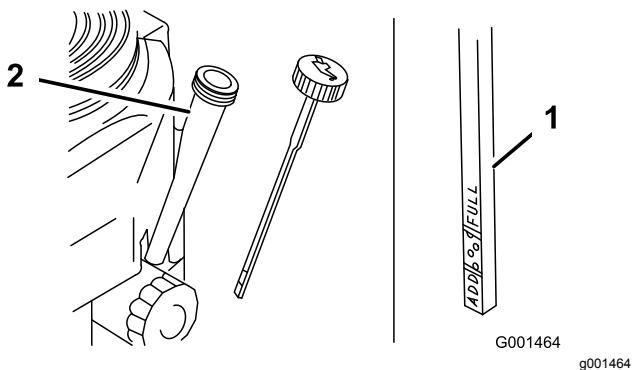

Figure 25
3. Nettoyez la surface autour de la jauge d'huile (Figure 25) pour éviter de faire tomber des
- Retirez la jauge d'huile et essuyez soigneusement son extrémité (Figure 25).
- Remettez la jauge au fond du tube de remplissage, mais sans la visser (Figure 25).
- Versez avec précaution environ 80 % de la quantité d'huile spécifiée dans le goulot de remplissage (Figure 25).